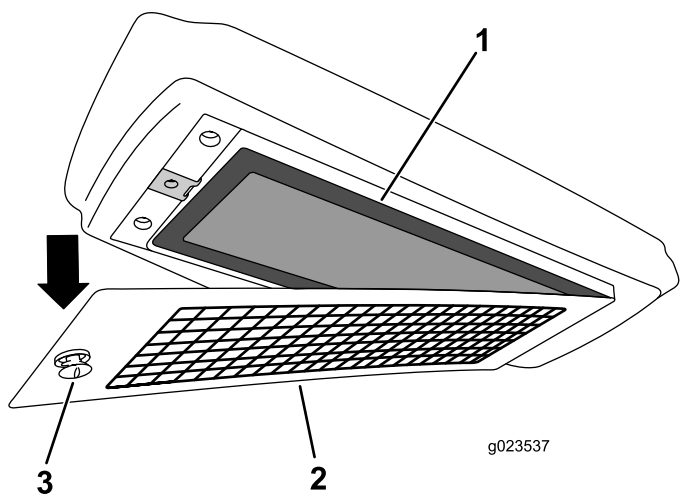

Figura 133
4. Retire o filtro de ar de seu alojamento e instale o novo (Figura 133).